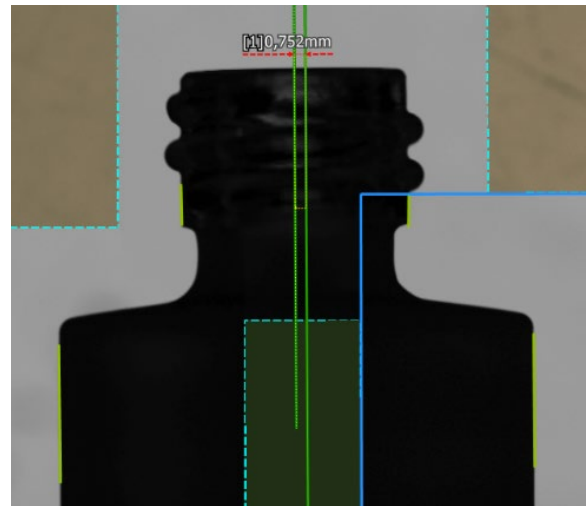

Fig.2
3. Une fois les bissectrices des lignes susmentionnées identifiées, si l'article est désaligné, celles-ci ne seront pas superposées. Par une simple mesure, la distance entre les deux bissectrices est évaluée. Cette mesure représentera la valeur de désalignement relevée (voir fig. 2)